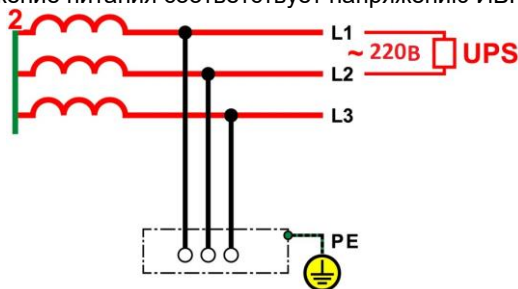

Рис.3
- По завершении зарядки подключите оборудование к ИБП, см. пример на **Рис. 3**.